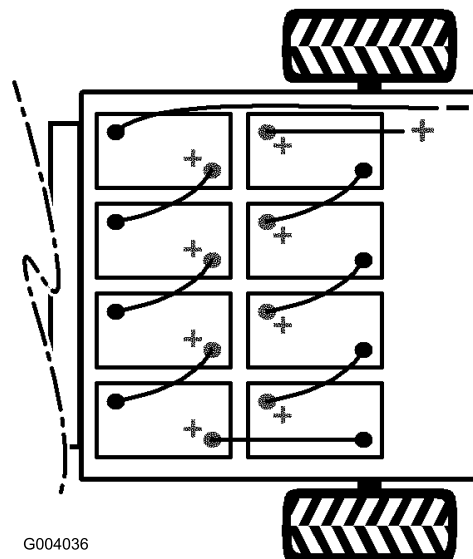

図 28
2. バッテリーと車体を接続している長いマイナス・ケーブル（黒）をバッテリー端子から外す（図 28）。
3. バッテリーと車体を接続している長いプラス・ケーブル（赤）をバッテリー端子から外す（図 28）。
注 バッテリーを新しく積み込む場合には、極性に十分注意してください（図 28）。
9. 図 28 に示すように、先ほど外したバッテリー・ケーブルで、バッテリーを相互に接続する。
10. プラスのメイン・ケーブル（赤）でバッテリーを車両に接続する（図 28）。
11. マイナスのメイン・ケーブル（黒）でバッテリーを車両に接続する（図 28）。